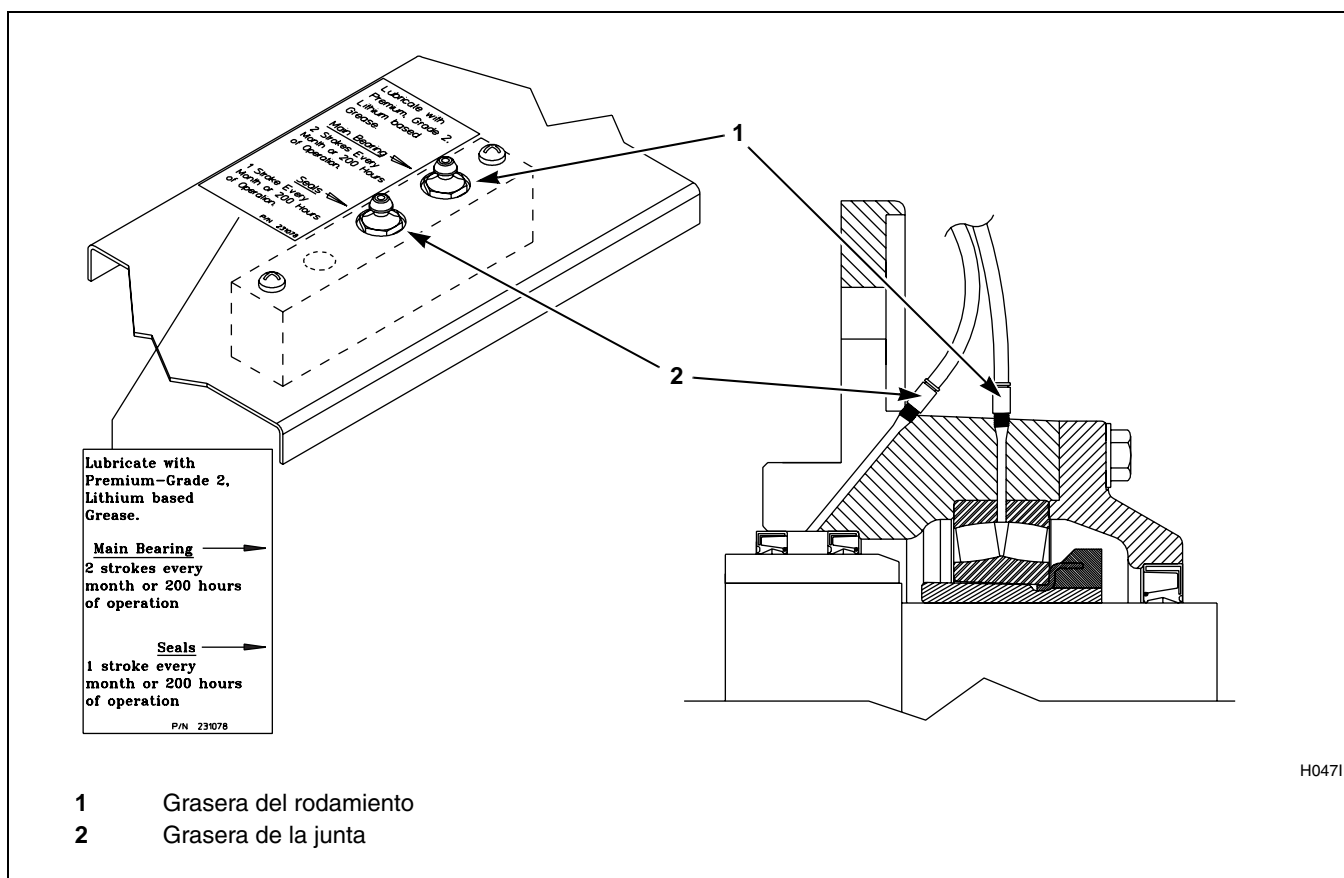

Figura 18
2. **Para los modelos de 80 lb de capacidad solamente**, lubrique los rodamientos y las juntas cada mes o después de cada 200 horas de operación. Consulte la *Figura 18*.